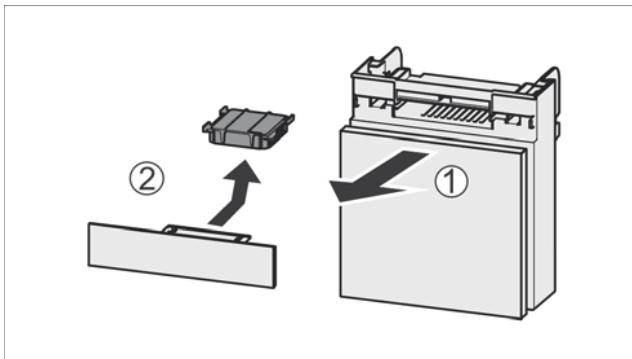

Fig. 34
- Вытянуть Fig. 34 (1) отделение движением вперед.
- Извлечь Fig. 34 (2) фильтра с активированным углем.